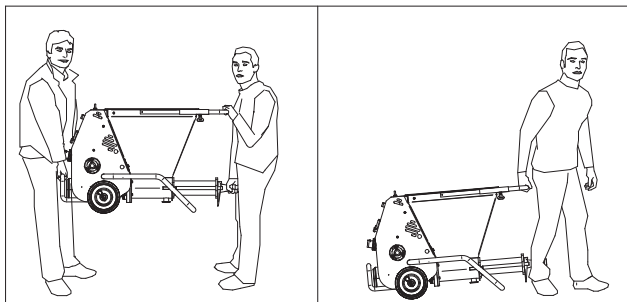

FIG.3
8. TRANSPORT (voir fig.3/4)
⚠ - Attention ! Pour le levage de la machine, n'utiliser sous aucun prétexte des points d'accrochage différents de ceux indiqués sur la figure 3.